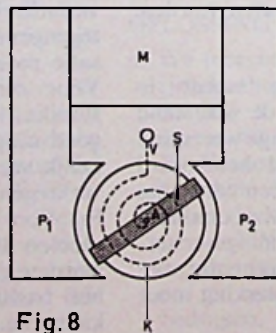

Fig. 8
- a. In fig. 8 is een doorsnede geschetst van een draaispoelmeter. M is een permanente magneet; P₁ en P₂ zijn twee poolschoenen en K is een kern. P₁, P₂ en K zijn van weekijzer. S is een spoeltje, dat doorgaans is gewikkeld op een raampje van aluminium. Dit spoeltje is draaibaar om de as A, loodrecht op de tekening; het wordt in een bepaalde stand gehouden door twee spiraalveertjes, waarvan er één, V, is getekend. Deze veertjes dienen tevens voor de toe- en afvoer van de stroom. Aan het spoeltje is een wijzer bevestigd (niet getekend). Het koppel dat het spoeltje doet draaien, wordt geleverd door de krachten die het spoeltje ondervindt in het magnetische veld in de luchtspleet tussen P₁, P₂ en K. Daar het magnetische veld hier constant is en radiaal gericht, is het koppel evenredig met de stroom in het spoeltje. De veertjes zijn zo soepel, dat het hierdoor geleverde tegenkoppel evenredig is met de draaiingshoek. Hierdoor is de uitslag van de meter evenredig met de stroom.